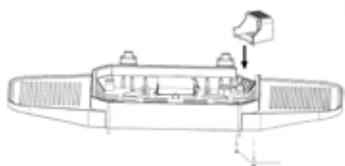

Fig. 4
6. Inserire il supporto per la presa [7]/(H) nell'apposita apertura dell'alloggiamento del barbecue come mostrato in Fig. 4 e fissare il supporto con 2 viti ST 3x10 (D).